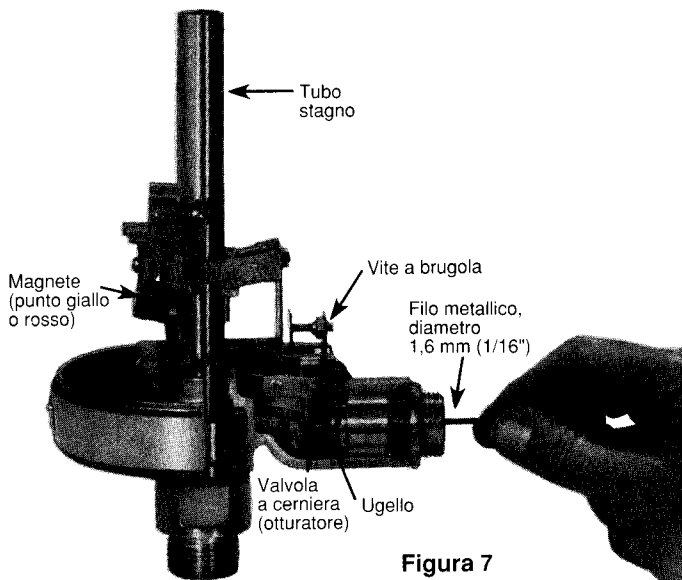

Figura 7
- Inserire un filo metallico del diametro di 1/16" nell'ugello dal lato su cui è previsto il collegamento della linea pneumatica (vedi Figura 7). Il filo potrà essere mosso avanti e indietro per eliminare l'accumulo di sporco dall'apertura.